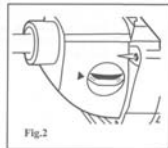

Fig.2
8.2 Regulación de la velocidad mediante mecanismo - fig.2